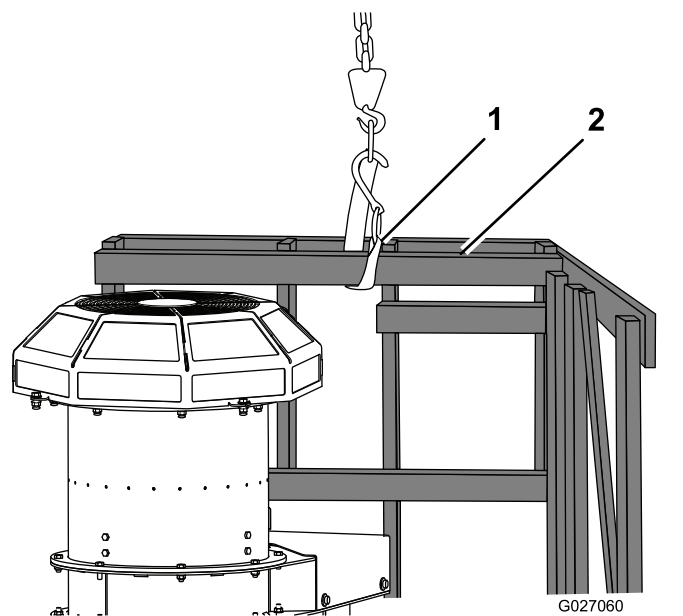

Figura 5
6. Fixați o curea la nivelul ansamblului capătului superior și ridicați paletul până când cutia și suflanta sunt aezate pe verticală (Figura 5).